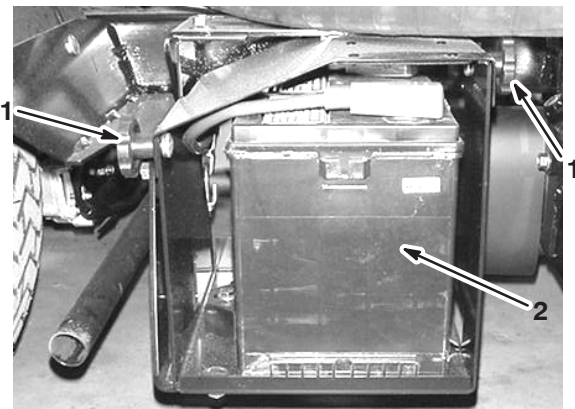

Bild 60
2. Lockern Sie die Handräder an beiden Seite des Batteriekastens und nehmen Sie die Batterieabdeckung ab (Bild 60).
3. Nehmen Sie die Batteriehalterung und die -befestigungen ab (Bild 60).
3. Setzen Sie die Batteriehalterung ein und befestigen Sie sie mit den vorher abgenommenen Befestigungen (Bild 60).
4. Montieren Sie die Batterieabdeckung und befestigen Sie sie mit den zwei Handrädern (Bild 60).
1. Lockern Sie die Handräder an beiden Seite des Batteriekastens und nehmen Sie die Batterieabdeckung ab (Bild 60).